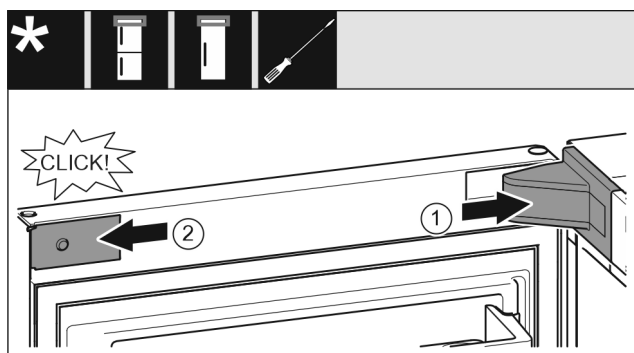

Fig. 21
- Nasadte kryt ložiskovej konzoly Fig. 21 (1) a zaklapnite, príp. opatrne roztlačte.
- Nasadte kryt Fig. 21 (2) z boku a zaklapnite ho.